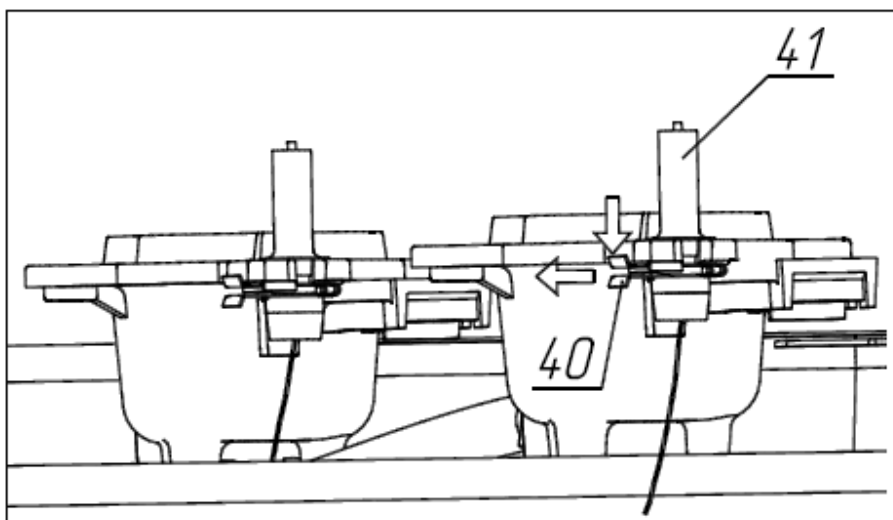

Рисунок 16 - Замена свечей розжига
нажать на верхний язычок защёлки (40) и вытянуть её из паза свечи (41) (см. рис. 16);